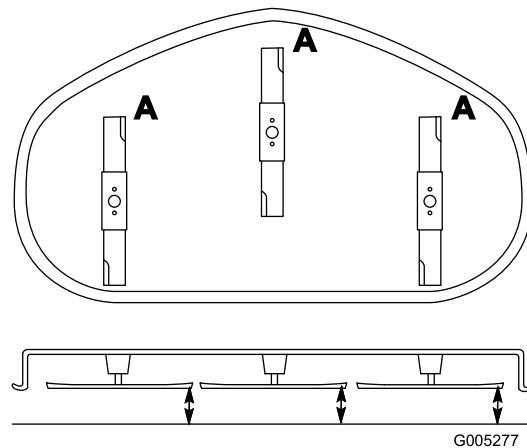

Figura 37
1. Gire las cuchillas hasta que los extremos estén orientados hacia adelante y hacia atrás (Figura 37). Mida desde una superficie nivelada hasta el filo de corte, posición A, de las cuchillas (Figura 37). Anote esta dimensión.